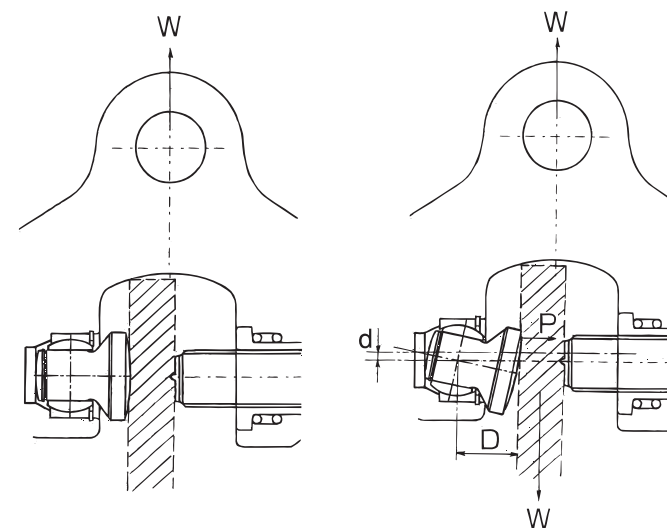
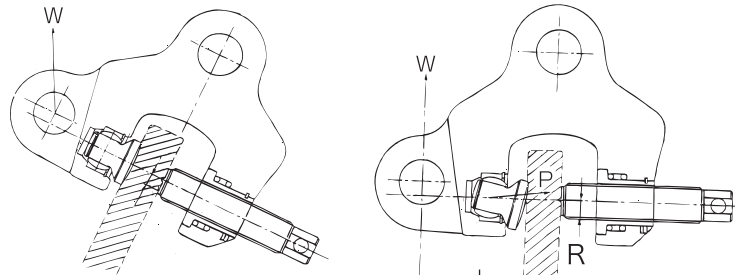
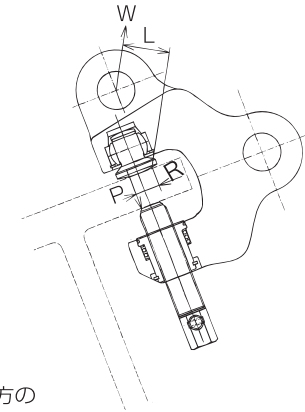

図 1
図2
図4
1. 図1のような力線方向でのつり方、または引張り方の場合、球面アゴは初期荷重による摩擦力と、荷重 (W) によって傾き、クランプ力 (P) を発生させます。その大きさは、通常のつり荷重の約2~3倍となります。(SBB, SBb, SBC)
2. 図2のような力線方向でのつり方、または引張り方の場合には、1項での場合のクランプ力に加え、レバーアクションによるクランプ力（挟力：コジリヨク）が発生し、この力はそのつり荷重または引張り力の約2～3倍となります。（全機種）
4. 図4のようなつり方、引張り方の場合にも、
のくい込み力と球面アゴの回転によるくい込み力が加わるため、確実にクランプすることができます。図1、図2、図4の各つり方、引張り方で荷重方向が横方向に変わってもL/Rの比が変わるのみで、あらゆる方向の時にクランプ力が発生します。